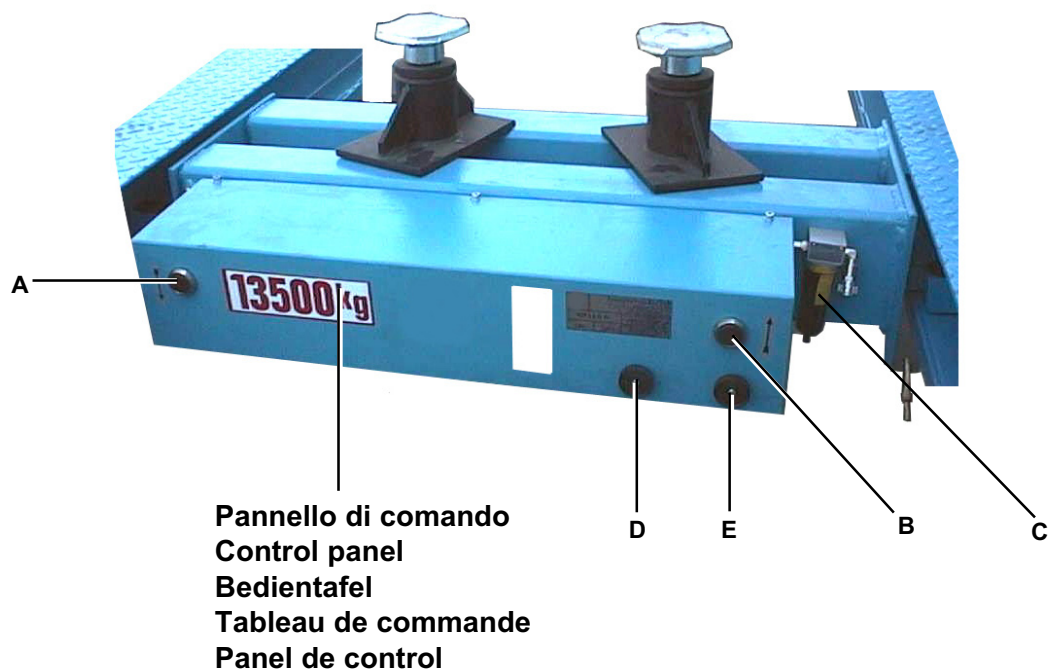

Fig. 2
- Traversa a funzionamento pneumo-idraulico (vedi Fig. 2) versione KP118P - KP118NP.
- Air/hydraulic jack (see fig. 2) version KP118P - KP118NP.
- Hydraulisch-pneumatisch betriebener Heber (siehe Abb. 2), Ausführungen KP118P - KP118NP.
- Traverses à fonctionnement oléo-pneumatique (voir Fig. 2), version KP118P - KP118NP.
- Travesaño con funcionamiento neumático-hidráulico (véase Fig. 2) versión KP118P - KP118NP.
Con rif. a Fig. 2:
See Fig. 2
Zu Abb. 2:
Référence Fig. 2:
Con Ref. en Fig. 2: